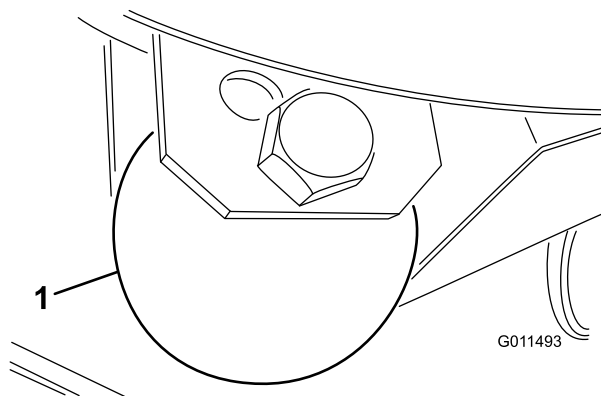

Figura 27
1. Rimuovete il bullone e il dado che fissano la ruota limitatrice alle staffe dell'apparato di taglio (Figura 27).